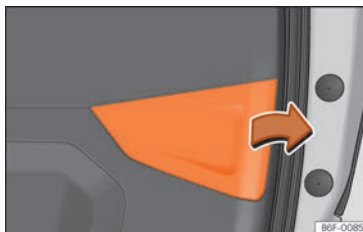

Fig. 61 Portón trasero abierto: retirar la tapa.
- Retire la tapa del portón en la dirección de la flecha » **fig. 61**.